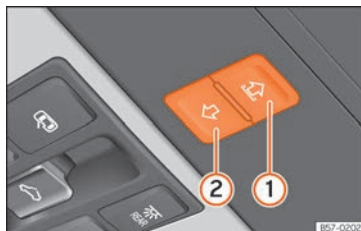

Abb. 149 In der Dachinnenverkleidung: Tasten des Sonnenschutzrollos.
Die Tasten **Abb. 149** **1** und **2** haben zwei Stufen. In der ersten Stufe kann das Sonnenrollo ganz oder teilweise geöffnet oder geschlossen werden.
• **Sonnenschutzrollo:** 5 Sekunden ab der Aktivierung des Einklemmschutzes verstreichen, drücken Sie die Taste » » **Abb. 149** **2** bis sich das Rollo vollständig schließt.